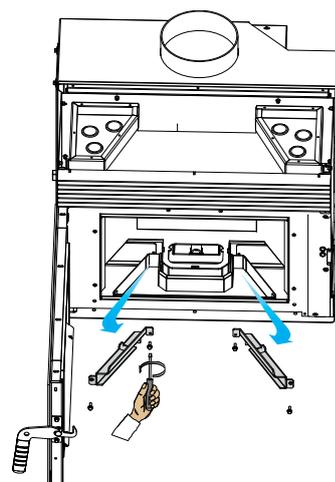

Abb. 7.17
- D) Die seitlichen feuerfesten Griffe der Innenplatten entfernen (Abb. 7.17),